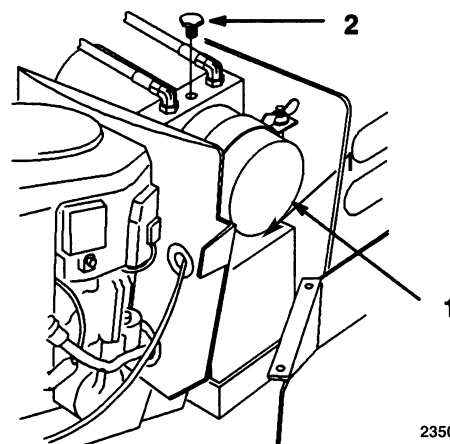

Figure 30
4. Enlever le bouchon en haut de la pompe de relevage assisté (Fig. 30). Le liquide doit s'arrêter à la base du trou.
Maintenir le pincement des roues avant spécifié. En cas d'usure irrégulière des pneus, de scalpage du gazon ou de difficulté à tourner le volant, un réglage peut s'avérer nécessaire. Contrôler le pincement des roues toutes les 100 heures de fonctionnement ou une fois par an, selon ce qui se présente en premier (Fig. 30).